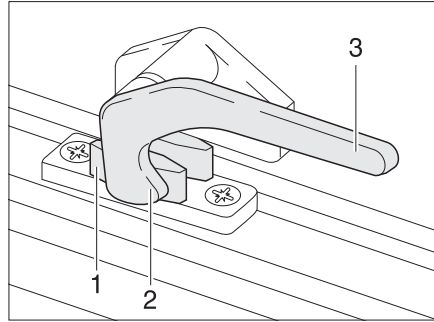

Bild 41 Verriegelungshebel in Stellung "geschlossen"
- Den Verriegelungshebel (Bild 41,3) eine viertel Umdrehung zur Fenstermitte hin drehen.
- Den Verriegelungshebel (Bild 41,3) eine viertel Umdrehung zum Fenster-rahmen hin drehen. Die Verriegelungsnase (Bild 41,2) liegt auf der Innenseite der Fensterverriegelung (Bild 41,1).
- in Stellung "fest verschlossen" (Bild 41).